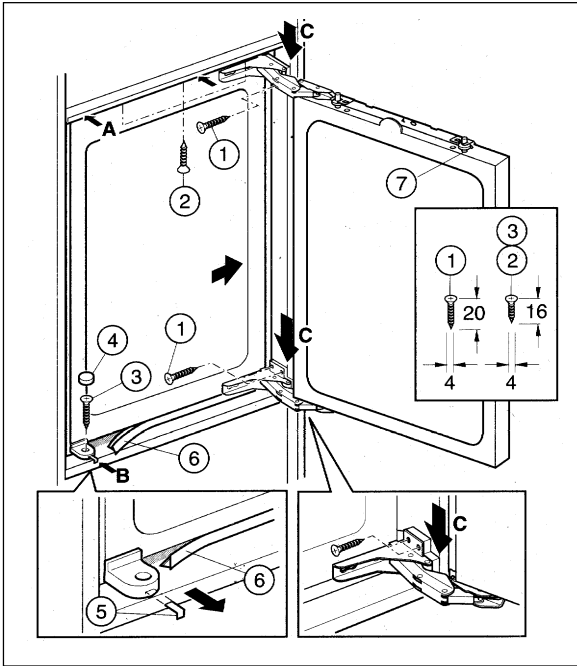

Рис. 4
- ❑ Вставьте прибор в высокий шкаф таким образом, чтобы верхняя стопорная планка (**рис. 4/А**), и стопоры на элементе крепления к нише (**рис. 4/В**) уперлись в передний край ниши.
- ❑ На стороне петли нажмите на прибор, он должен войти в шкаф настолько, чтобы передний край прокладки петли (**рис. 4/С**) был заподлицо с передним краем ниши.
- ❑ Приверните прибор к нише сбоку (**рис. 4/1**), сверху (**рис. 4/2**) и снизу (**рис. 4/3**). Вставьте колпачок (**рис. 4/4**).
- ❑ Отрежьте стопор (**рис. 4/5**), установите профильную планку (**рис. 4/6**) (если она входит в комплект поставки) в нижний зазор.
- ❑ Отверните с двери юстировочную планку (**рис. 4/7**).